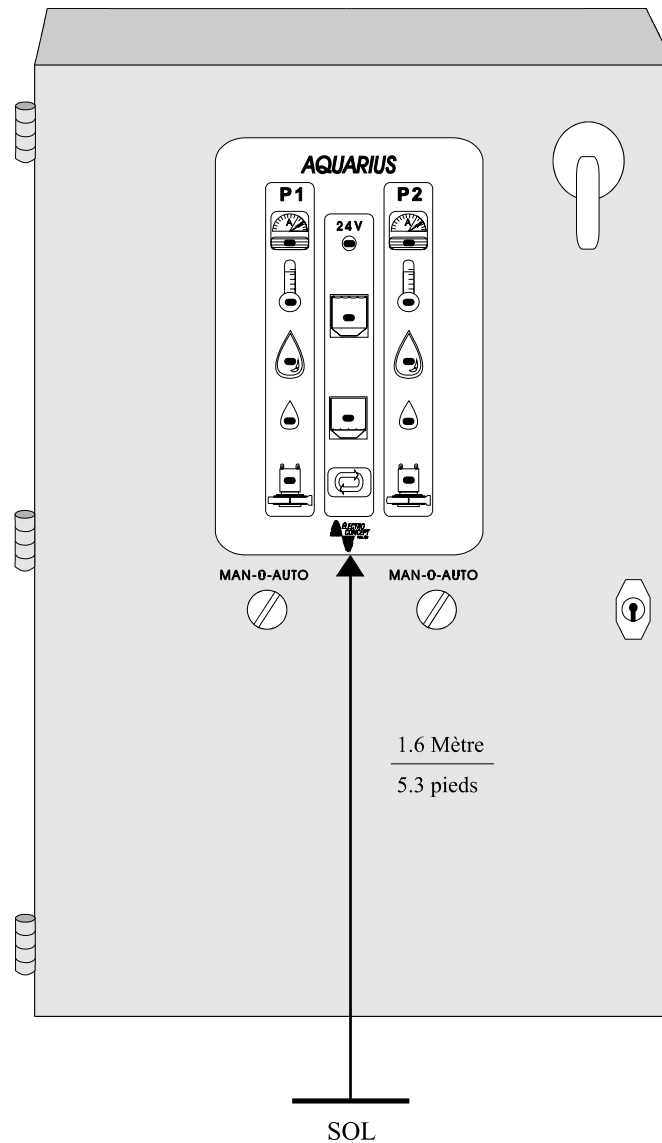

Figure 3
1. Déterminer, sur la façade du panneau, un point propice pour le tabloïde à DELs intégrées. (Voir Figure 3, page 7)